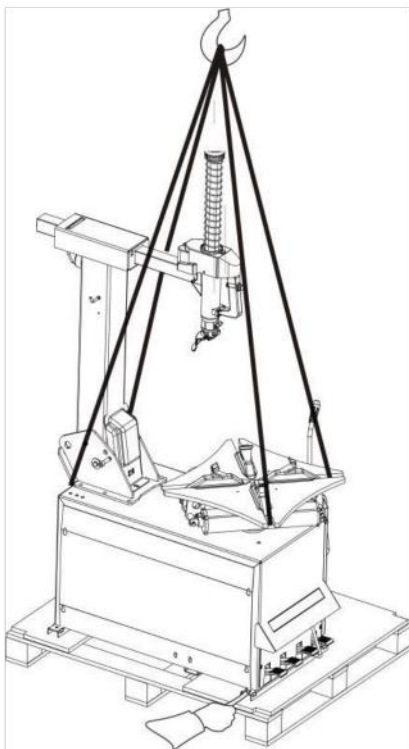

Fig. 10
- Retirer 2 vis à l'aide de la clé (Fig. 10). Utiliser le palan pour soulever la machine, déplacer la palette, positionner la machine.